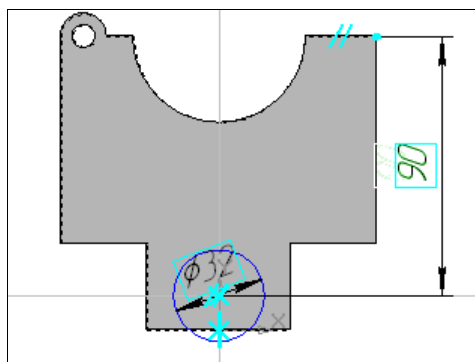

Рис. 18.29. Эскиз бобышки диаметром 32
- ◆ на этой грани создайте эскиз бобышки диаметром 32 (рис. 18.29);